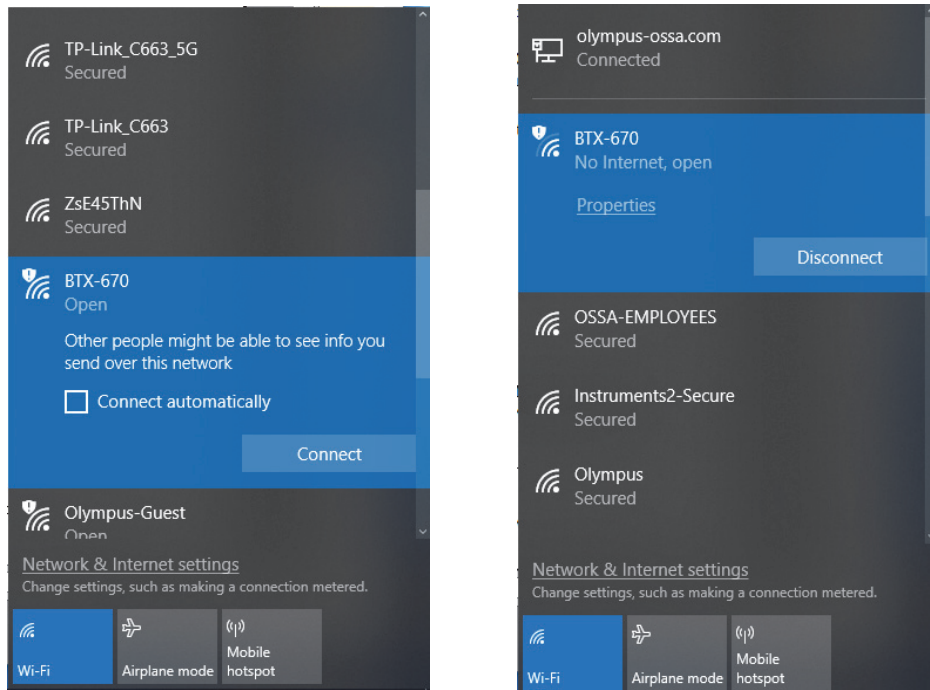

Abbildung 4-8 BTX III Netzwerk ausgewählt (links) und mit Netzwerk verbunden (rechts)
2. Verbinden Sie Ihren PC mit dem BTX III (Abbildung 4-8 auf Seite 70).